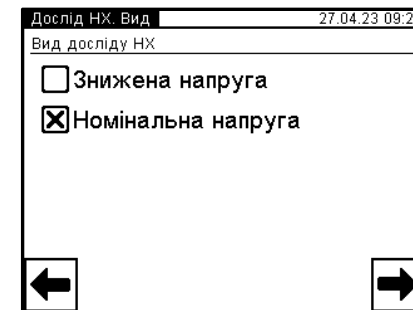

Рисунок 6.52
6) Почати дослід НХ, для чого у вікні "Головне меню" натиснути на кнопку . На екрані відкриється вікно "Дослід НХ. Вид" (рисунок 6.52).
7) Вибрати варіант "Номінальна напруга", після чого натиснути на кнопку  для переходу у вікно "Дослід НХН, Трансформатор" (рисунок 6.52).